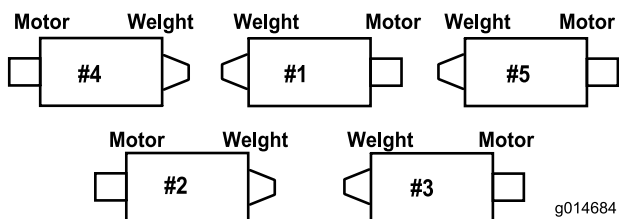

Figure 11
6. Pour les plateaux de coupe de 69 cm uniquement, augmentez la direction des plateaux de coupe arrière en retirant les (2) entretoises de pivot, vis à tête creuse hexagonale et contre-écrous à embase (Figure 13) des bâtis porteur des plateaux de coupe arrière (n° 2 et n° 3) (Figure 11).